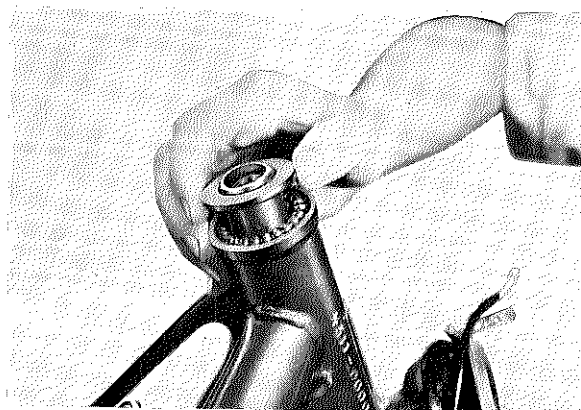

Fig. 5-7-5
11. Lift off the top bearing race and remove all of the ball bearings from the upper bearing assembly. (Fig. 5-7-5)
11. Enlever la cuvette supérieure du roulement supérieur, et recueillir toutes les billes de ce roulement (Fig. 5-7-5).
11. Oberen Kugellauftring abheben und sämtliche Kugeln des oberen Lenkerkopflagers herausnehmen. (Fig. 5-7-5)